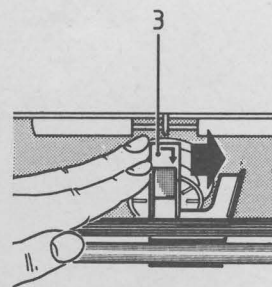
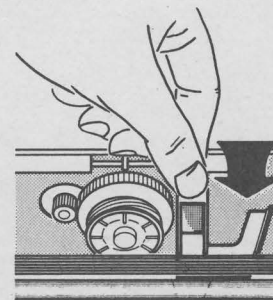

Fig. 2
Fig. 3
4. Move yellow transport safety (3) (spacer block) to the right side (arrow, fig. 2), then press it down (arrow, fig. 3) and remove it.
4. Déplacer la sécurité jaune de transport (3) (pièce d'écartement) vers la droite (flèche, fig. 2), presser en bas (flèche, fig. 3) et puis enlever.